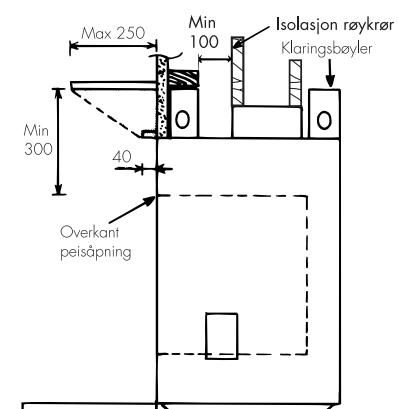

Fig. 4. Omramming:
**NB! Det skal være minst 100 mm luftklaring fra det ytterste laget med isolasjon til tilstøtende vegger og trestendere av brennbart materiale, se eks. fig. 4.**
Heatilator er godkjent med innkledning utført av treverk og bygningsplater. Se under de enkelte modeller hvordan den kan utføres. Til stenderverk kan benyttes justerte rekker 48 x 48 mm eller lignende, og til kledning 13 mm gipsplater eller 12 mm sponplater. På peisinnsatsen er det på oversiden montert «klaringsbøyler» (fig.4). Dette for at stenderverket ikke skal komme nærmere innsatsen. I forkant er det en fals som kledningen kan føres mot.
Airspaltene på EC modeller må ikke tildekkes da dette kan medføre brannfare. Skal omrammingen utføres som «egeninnsats» må anvisningene i fig. 4 og 5 følges. Ferdigomramminger av tre er utført i henhold til anvisningene og kan uten videre monteres.